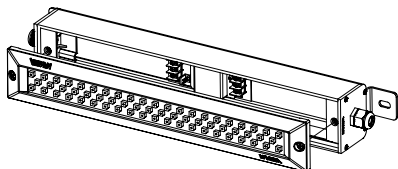

图 1
- 打开面板上的两个螺钉, 取下面板, 拔下面板电源线 (见接线示意图 1)。